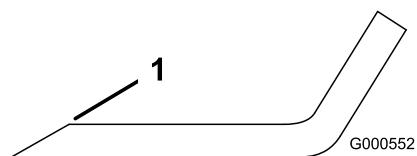
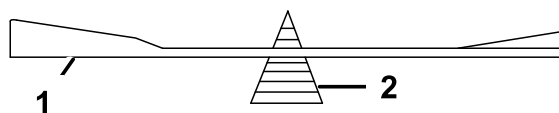

Figure 49
Figure 50
1. Au moyen d'une lime, aiguisiez les tranchants aux deux extrémités de la lame (Figure 49). Veillez à conserver l'angle de coupe d'origine. Limez la même quantité de métal sur chacun des deux tranchants pour ne pas déséquilibrer la lame.
2. Vérifiez l'équilibre de la lame en la plaçant sur un équilibreur (Figure 50). Si la lame reste horizontale, elle est équilibrée et peut être utilisée. Si la lame est déséquilibrée, limez un peu l'extrémité de la partie relevée seulement (Figure 49). Répétez cette procédure jusqu'à ce que la lame soit équilibrée.